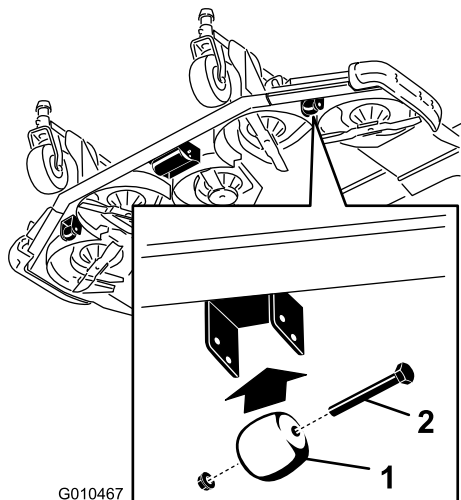

Рисунок 30
1. Снимите винт и гайку крепления вала валика к кронштейну деки (Рисунок 30).
1. Снимите болт и гайку крепления копирующего колеса к кронштейнам режущего блока (Рисунок 30).